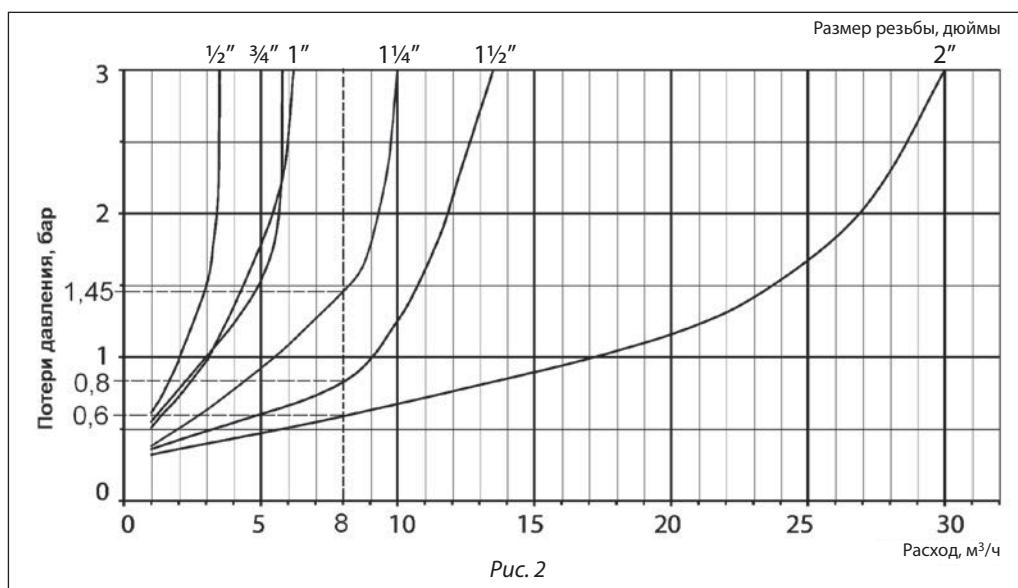

Рис. 2
2) выбрать условный проход клапана редукционного 7BIS (рис. 2).
Падение давления в каждом случае зависит от условного прохода клапана и расхода среды через клапан и может быть определено по диаграмме на рис. 2;
1. Проверка применения по давлению до клапана и требуемому давлению после клапана (рис. 2)
Рабочая точка, соответствующая указанным давлениям, лежит внутри области применения (рис. 2).
- 2) выбрать условный проход клапана редукционного 11BIS (рис. 2).